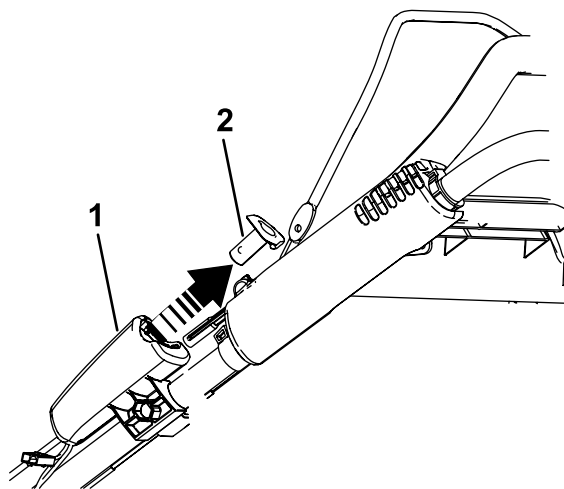

Figura 23
1. Togliete il pulsante di avviamento elettrico come illustrato in Figura 23 (solo modello con avviamento elettrico).